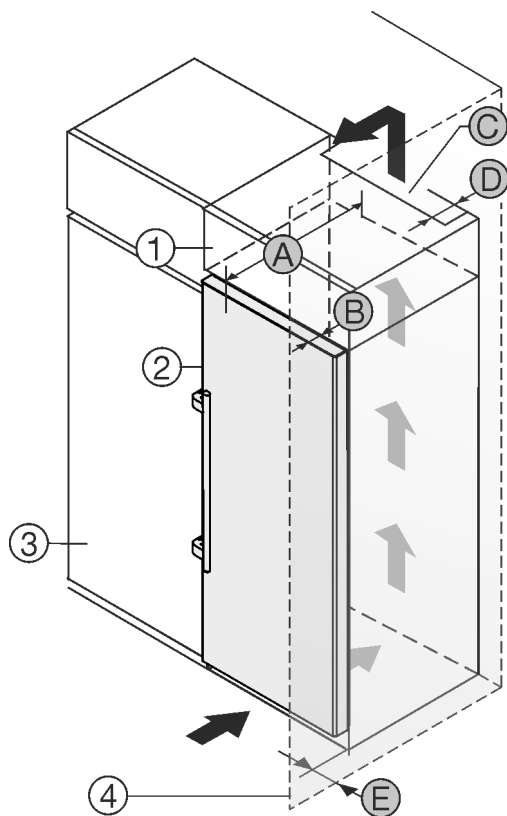

Fig. 2
Du kan st  lla apparaten direkt bredvid k  ssk  pet Fig. 2 (3).*
Bakom   versk  pet m  ste det finnas en luftspalt med djupet Fig. 2 (D) l  ngs hela   versk  pets bredd.*
Under taket m  ste angiven ventilationsprofil Fig. 2 (C) f  ljas.*
Om du placerar apparaten med g  ngj  rnen bredvid en v  gg Fig. 2 (4) m  ste avst  ndet mellan apparaten och v  ggen vara minst 57 mm . Detta motsvarar hur mycket handtaget sticker ut med   ppen d  rr.*
F  r att d  rren ska kunna   ppnas helt m  ste apparaten sticka ut fr  n k  ssk  pets front med samma m  tt som d  rrens djup Fig. 2 (B). Beroende p   k  ssk  pens Fig. 2 (3) djup och om v  ggavst  ndsh  llare anv  nds kan sk  pet skjuta ut   nnu mer.*